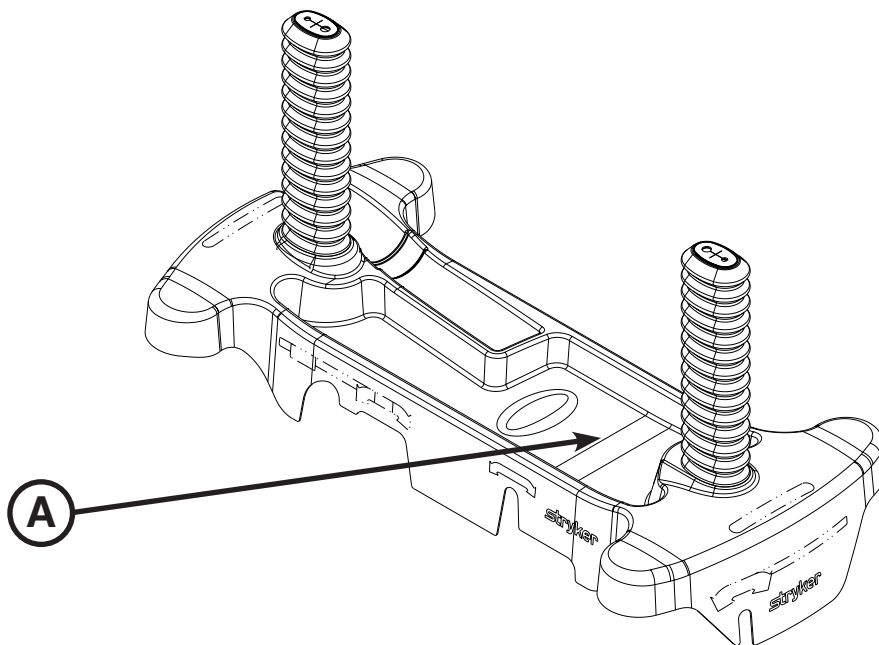

Figura 8: Armazenamento da cobertura da base
Pode guardar artigos na cobertura da base (A), conforme se mostra na figura 8.